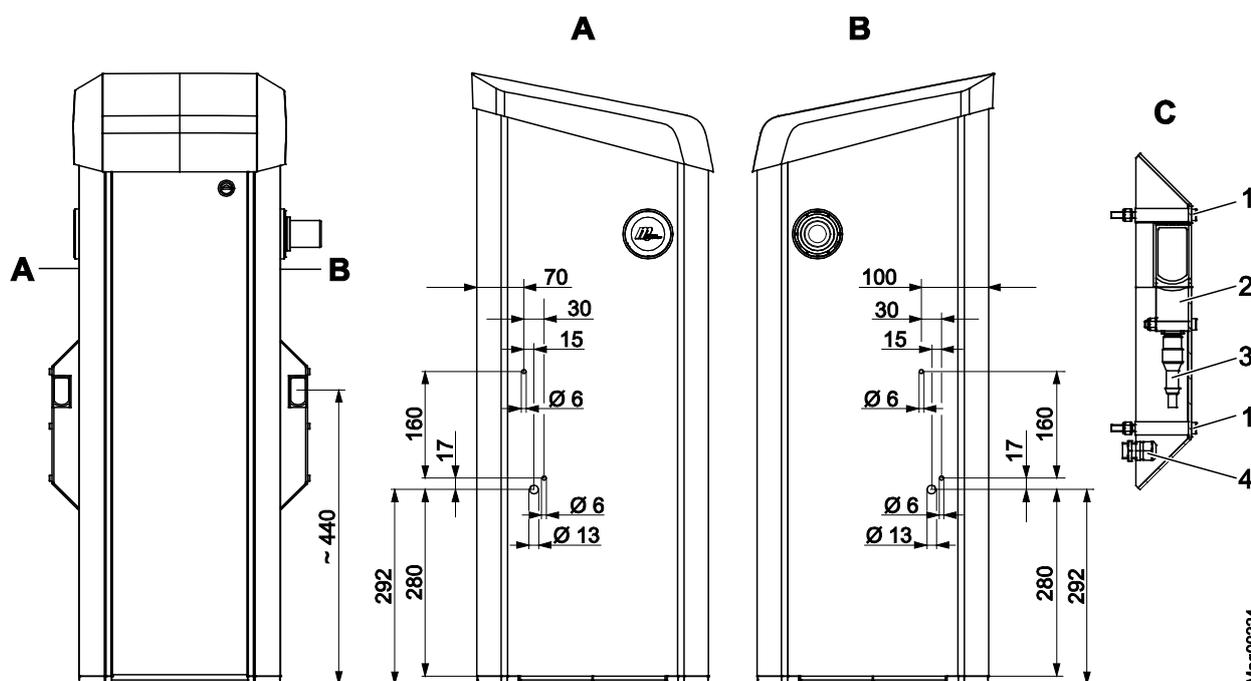

Рис. 25: Монтаж корпуса фоторелейного барьера передатчика на стойке шлагбаума
1. На стойке шлагбаума просверлить отверстия для корпуса фоторелейного барьера согласно Рис. 25.